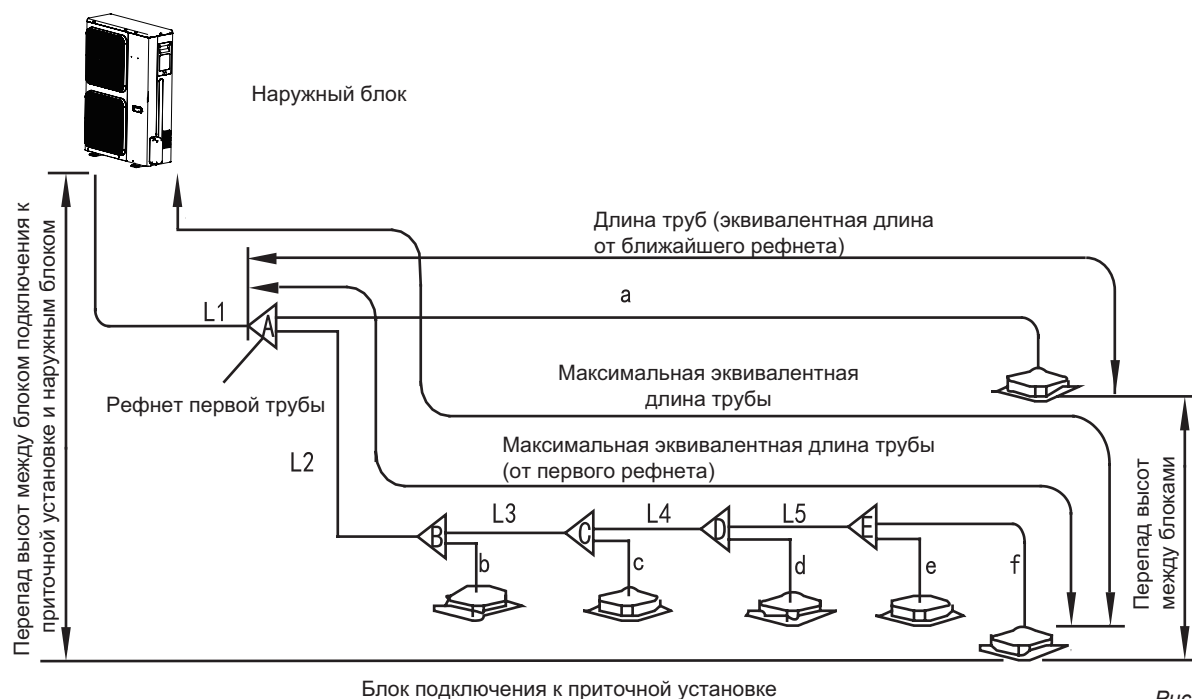

Рисунок 4-5
2) Пример 1. Общая мощность расположенных ниже по цепочке в линии L2 вблоков (см. Рисунок 4-5) $45 \times 2 = 90$; в соответствии с Таблицей 4-4 диаметры трубы газовой линии/ жидкостной линии L2 составляют $\varnothing 15,9/ \varnothing 9,5$.